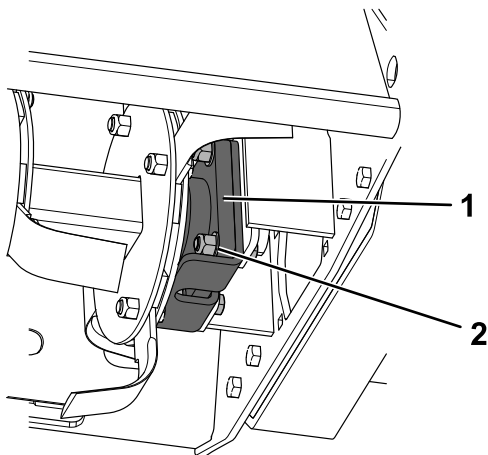

Рисунок 9
5. Поддерживая ротор в сборе с помощью подъемного устройства, удалите 4 контргайки ($\frac{5}{8}$ дюйма), 4 шайбы и 4 болта ($\frac{5}{8}$ x $2\frac{1}{2}$ дюйма), которые крепят ограждение подшипника и подшипник на каждой стороне ротора в сборе (Рисунок 9).
1. Установите ротор в сборе с 2 ограждениями подшипников и подшипниками с помощью 4 контргайки ($\frac{5}{8}$ дюйма), 4 шайб и 4 болтов ($\frac{5}{8}$ x $2\frac{1}{2}$ дюйма) для обоих комплектов ограждений и подшипников (Рисунок 9). Затяните болты с моментом от 183 до 224 Н·м.